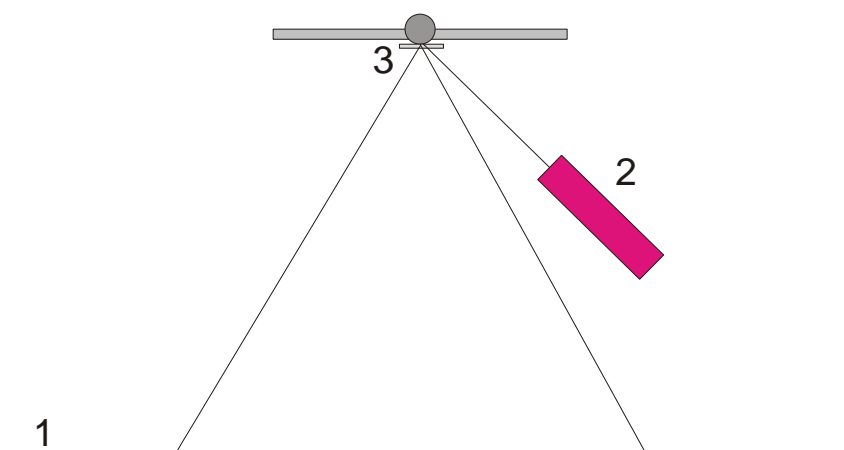

Fig. 5 Montage de l'indicateur lumineux pour le réglage du point zéro (1 mur, 2 laser, 3 miroir)
- Poser la balance sur une table de travail à l'abri des vibrations, à environ 2 à 3 m d'un mur plat et la connecter à l'ordinateur (cf. Fig. 5).